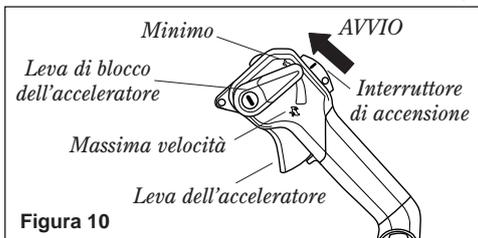

Figura 10
4. Spostare la leva dell'acceleratore a mezza velocità. Spostare l'interruttore di accensione nella posizione "I" (AVVIO), quindi premere a metà la leva dell'acceleratore e bloccare l'acceleratore spostando a metà la leva di blocco verso il basso. Vedere la figura 10.